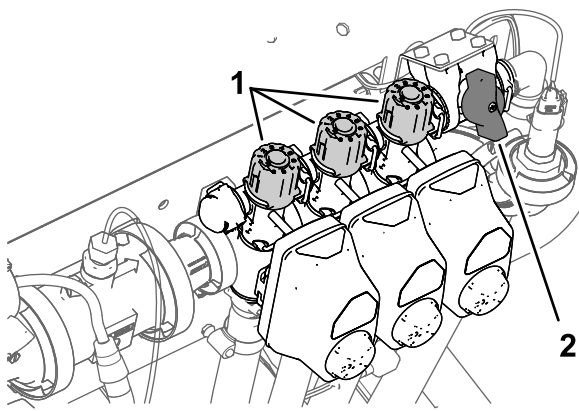

图 34
- 关闭左喷洒臂段开关并调节喷洒臂段旁通旋钮图 34 直至显示的喷洒率达到表中所示的先前水平。
4. 调节右喷洒臂段旁通旋钮图 34 直至显示的喷洒率达到表中所示的先前水平。
6. 调节中喷洒臂段旁通旋钮图 34 直至显示的喷洒率达到表中所示的先前水平。